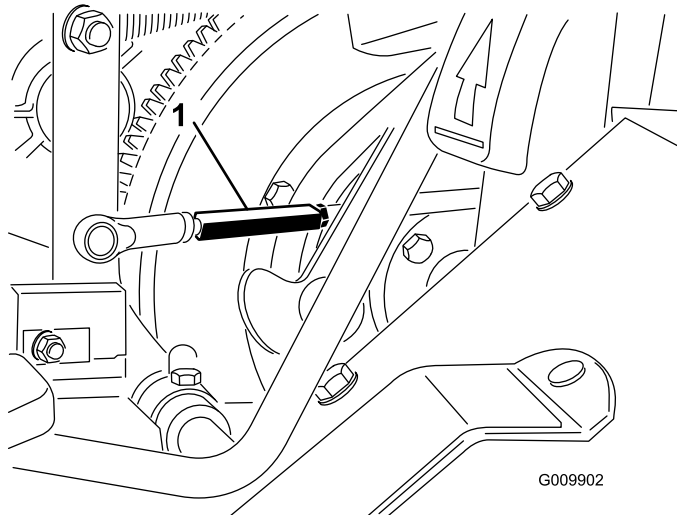

図 58
2. 各走行・ロッド・バレルの端についているジャムナットをゆるめる (図 58)。